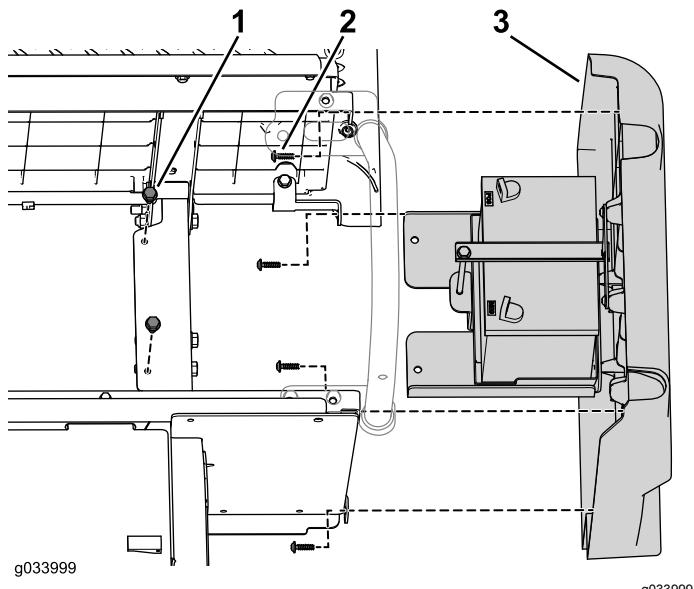

Figura 8
8. Rimuovete i 2 bulloni a testa flangiata che fissano il vassoio della batteria al telaio (Figura 8).
9. Togliete le 4 viti che fissano il pannello laterale destro al gruppo del sedile inferiore (Figura 8).
1. Fissate il pannello laterale destro utilizzando le 4 viti rimosse in precedenza (Figura 8).
2. Fissate il vassoio della batteria al telaio utilizzando i 2 bulloni a testa flangiata rimossi in precedenza (Figura 8).